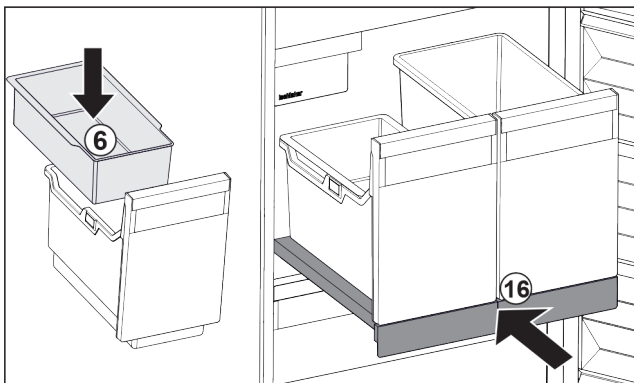

Fig. 106
- ▶ Włożyć półkę zawieszoną Fig. 106 (6) na kostki lodu.
- ▶ Wsunąć wysuwaną półkę z pojemnikiem (IceTower). Fig. 106 (16)